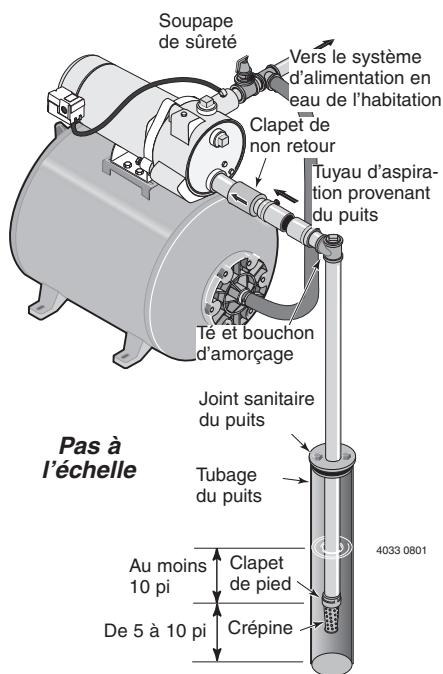

Figure 5 : Installation type sur un puits tubé
3. Utiliser le moins possible de raccords (en particulier des coudes) pour brancher la tuyauterie de la pointe filtrante sur l'orifice d'aspiration de la pompe. Le diamètre du tuyau d'aspiration doit être au moins aussi grand que le diamètre de l'orifice d'aspiration de la pompe (y compris le clapet de non retour – Se reporter à la Figure 5). Supporter le tuyau de façon qu'il ne fléchisse pas et qu'il n'exerce pas de contraintes sur le corps de la pompe; de plus, il doit être légèrement incliné vers le haut, du puits jusqu'à la pompe (les points hauts risquent de causer des poches d'air, lesquelles peuvent causer des bouchons d'air dans la pompe). Rendre étanches les raccords du tuyau d'aspiration avec du ruban d'étanchéité en téflon ou une pâte pour raccords filetés à base de téflon. Les raccords doivent être étanches à l'air et à l'eau. Si le tuyau d'aspiration aspire de l'air, la pompe ne pompera pas l'eau du puits. Si une pointe filtrante ne fournit pas suffisamment d'eau, considérer brancher deux ou trois pointes filtrantes sur un même tuyau d'aspiration.
INSTALLATION SUR UN PUITS TUBÉ DE 2 POUCES DE DIAMÈTRE OU PLUS GRAND (Figure 5)
INSTALLATION DANS LE CAS D'EAUX DE SURFACE (Figure 5)